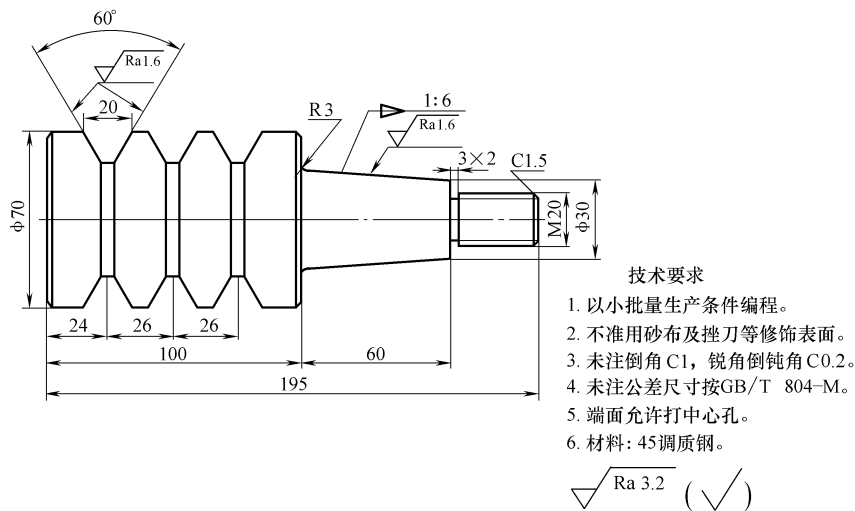

图 D-6 造型与编程题 6
6. 已知毛坯尺寸为 $\phi 80\text{mm} \times 240\text{mm}$ ，材质为 45 调质钢，根据图 D-6 所示的零件图尺寸，完成零件的车削加工造型（建模），生成加工轨迹，并根据 FAUNC-0i 系统要求进行后置处理，生成 CAM 编程 NC 代码。